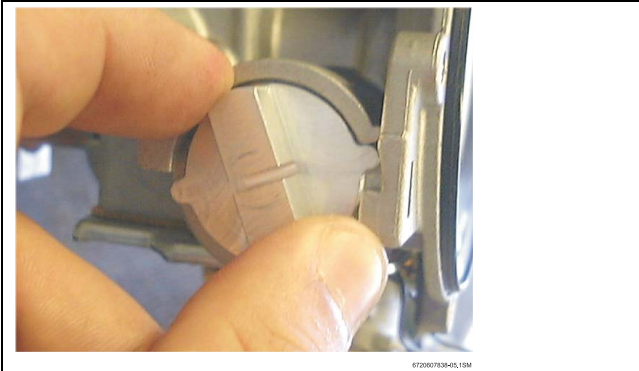

Fig. 6
- ▶ Per accedere alla valvola del gas principale girare il coperchio di chiusura in senso antiorario (Fig. 6).